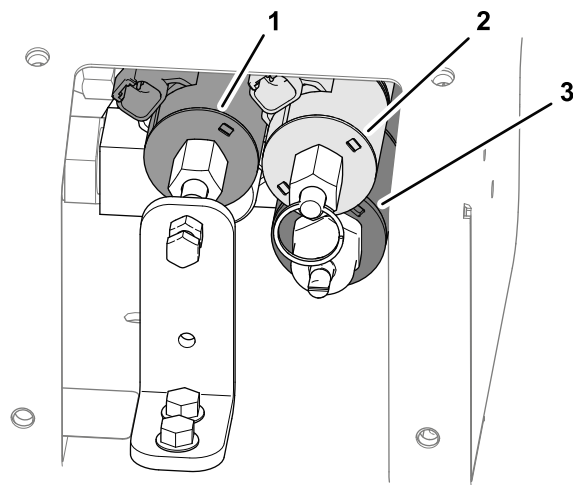

Figura 29
3. Localize as três válvulas de controlo (Figura 29).